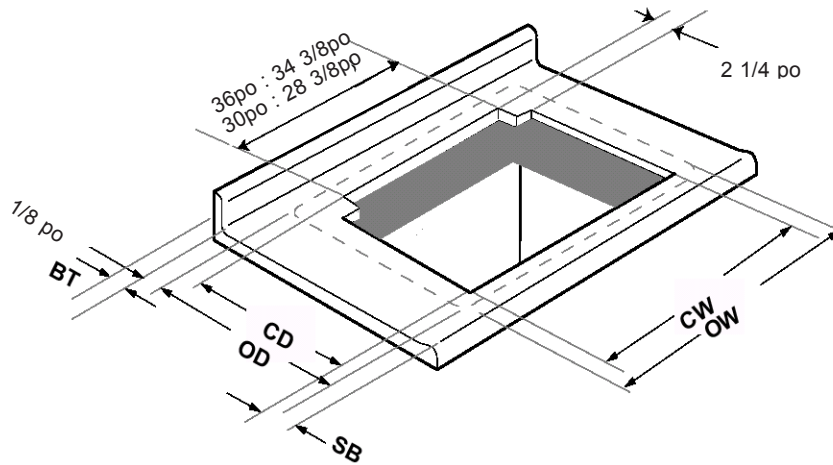

Figure 8
B. INSTALLATION AVEC AUTRE MARQUE DE PLAQUE DE CUISSON (figure 8)
Voir figure 8 pour les largeurs de découpe DHD et les définitions de dimensions.
6. Couper le plan de travail avec les dimensions : CD, CW et SB comme définies à la figure 8.